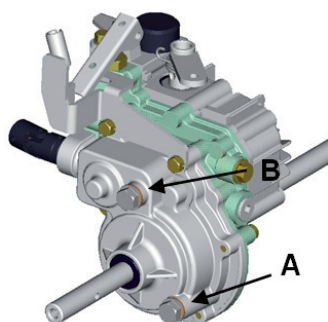

Bild 20
- Wechseln Sie zuerst das mechanische Getriebeöl. Lösen Sie die Ablassschraube Abbildung A Bild 20.